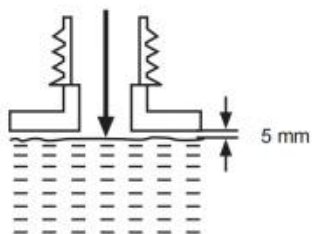

Fig. 17
3) Överfyll inte och lämna ca. 5 mm utrymme till nederkant till låt smörjmedlet expandera (fig. 17).